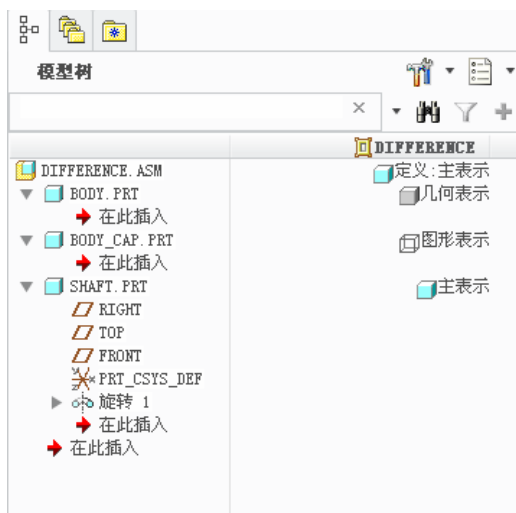

图 9.4.8 模型树
Step5. 检查各元件的可修改性。从图 9.4.8 所示的模型树可以看出，在装配体的 Difference 简化表示下，零件 body.prt（设为几何表示）和 body_cap.prt（设为图形表示）中的所有特征在模型树上无法展开，所以此时对这两个零件无法修改。而零件 shaft.prt（设为主表示）的所有特征在模型树上可见，因而可以对该零件中的特征进行修改。由此可见，主表示的零件具有修改权限，几何表示和图形表示的零件没有修改权限。